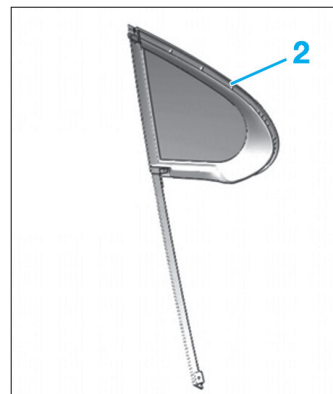

Fig. 64
• Déposer l'ensemble de la custode avant (2) (Fig.64).